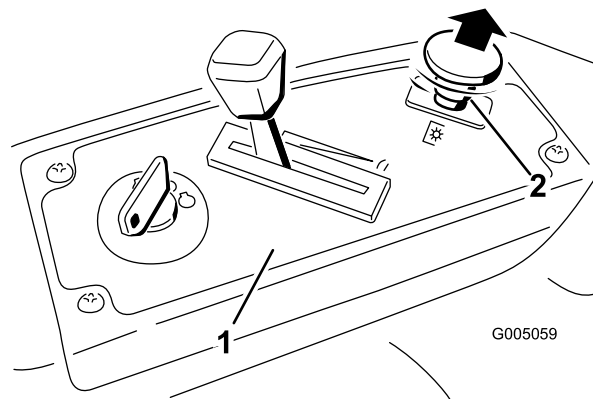

Bild 13
- Ziehen Sie den Zapfwellenantriebsschalter hoch, schieben Sie ihn in die EIN-Stellung und kuppeln Sie die Messer ein (Bild 13).